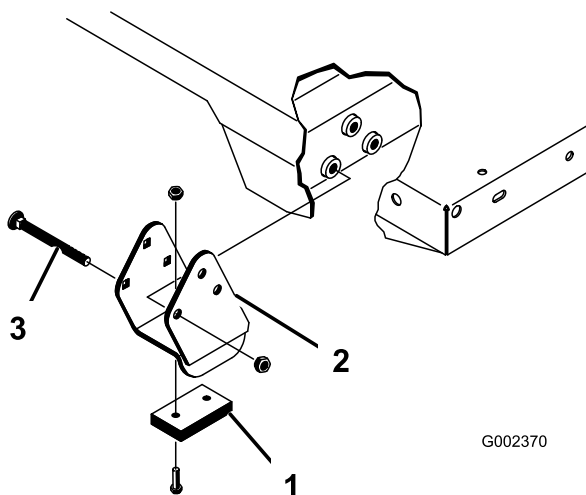

図 25
スペーサブラケットとウェアブロック(図 25)はキャリッジボルトで固定しますが、このボルトは必ず頭を車両の内側に向けてください。
2. 荷台を慎重に車両フレームの上に載せる 後部にある荷台のピボットプレートの穴とリアフレームチャンネル鋼材の穴を揃えて、クレビスピンとリンチピン各2個を取り付ける(図 25)。
4. クレビスピンは荷台の外側から差し込み、リンチピンが荷台の外側に向くようにする(図 25)。